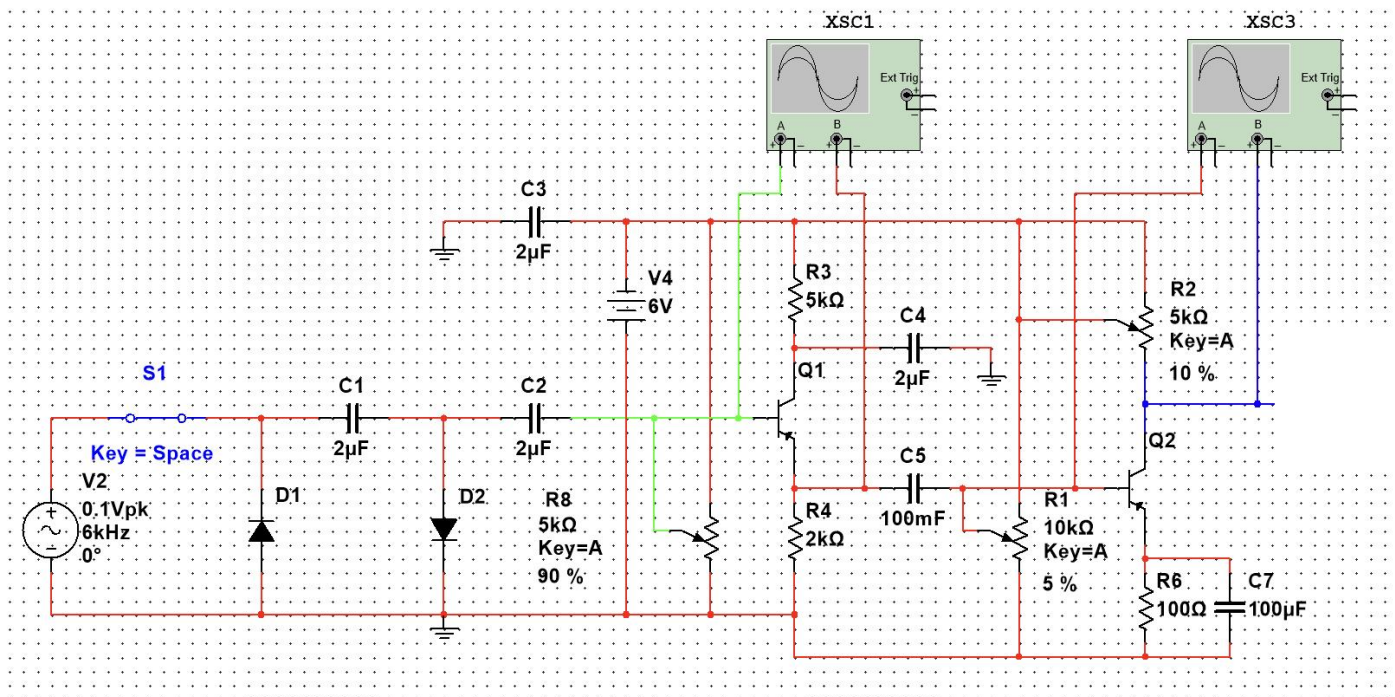
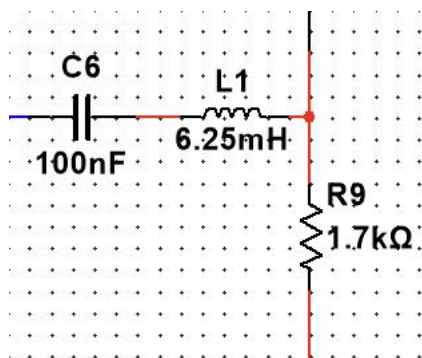
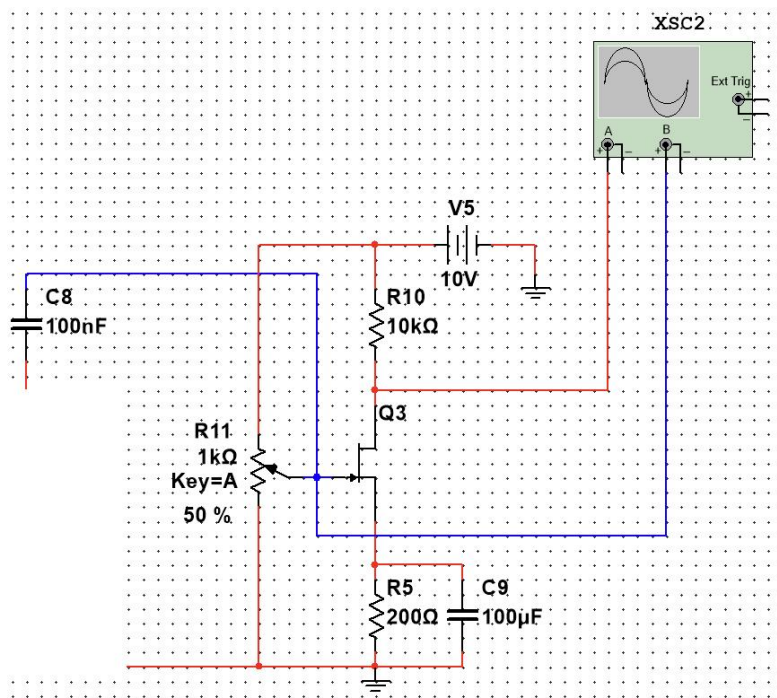

Рис. 3 - Входной каскад.
Рис. 5 - Схема полосно-пропускающего фильтра, использующаяся в транзисторном УРЧ, с рассчитанными параметрами элементов для заданной частоты f_p .
Рис. 6 - Схема оконечного усиления на транзисторе УРЧ.
1) Входной каскад (рис. 3). Эммитерный повторитель на транзисторе Q1, служащий для электрической развязки входной цепи и дальнейшей схемы усиления, и схема предусиления на транзисторе Q2. Рабочие точки транзисторов устанавливаются с помощью подстроечного резистора R8 для транзистора Q1 и с помощью подстроечного резистора R1 и R2 для транзистора Q2.
2) Схема фильтра, которая представляет собой простейший полосно пропускающий фильтр на элементах C6, L1, R9 (рис. 5).
3) Схема окончного усиления на транзисторе (рис. 6). Полевой транзистор Q3 обеспечивает окончное усиление сигнала до напряжения питания 10В (при $R_{11} = 70\%$). Установка в рабочую точку обеспечивается подстроечным резистором R11.
Схема состоит из 3-ех частей: входной каскад (рис. 3), схема фильтра(рис. 5), схема оконечного усиления на транзисторе (рис. 6). Общая схема это уселитель радио частоты. На вход схемы поступает низкий по амплитуде сигнал, на выходе схемы мы получаем усиленный сигнал в полосе частот, в зависимости от настройки.